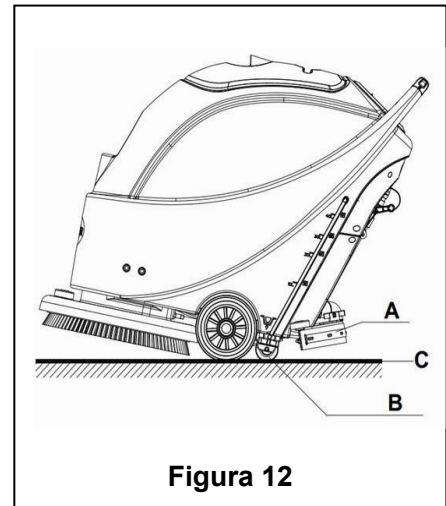

Figura 12
8. Rilasciare l'interruttore di sicurezza (1) per interrompere la spazzola/cuscinetto e l'elettrovalvola.
9. Premere l'interruttore dell'aspiratore (42) in posizione "O"; l'aspiratore ritarderà di 5 secondi prima di interrompersi.
10. Premere l'interruttore di controllo del diffusore d'acqua (44) in posizione "O" per interrompere completamente il funzionamento dell'elettrovalvola.
11. Premere l'interruttore (41) in posizione "O".
12. Usare la maniglia di sollevamento del tergilavaggio (14) per sollevare il tergilavaggio.
13. Afferrare il manubrio (2) e gentilmente rovesciare all'indietro l'apparecchio finché la ruota di guida (B) non tocca il pavimento. Vd. Figura 12.